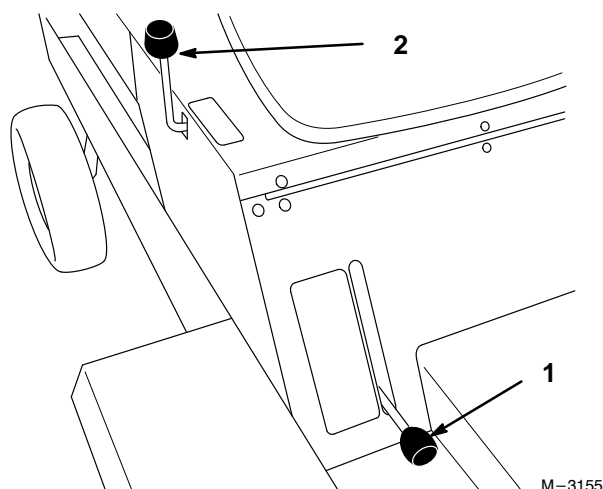

Figure 9
2. Relever le levier de frein de stationnement (Fig. 9) pour serrer le frein de stationnement.
1. Abaisser le levier de frein de stationnement (Fig. 9) pour desserrer le frein de stationnement.
Le levier de relevage d'accessoires (Fig. 9) permet de relever et descendre divers accessoires.
3. Tirer le levier de relevage d'accessoire (Fig. 9) vers l'arrière pour relever l'accessoire à la hauteur souhaitée.
3. Pousser le levier de relevage d'accessoire (Fig. 9) vers l'avant pour descendre l'accessoire.